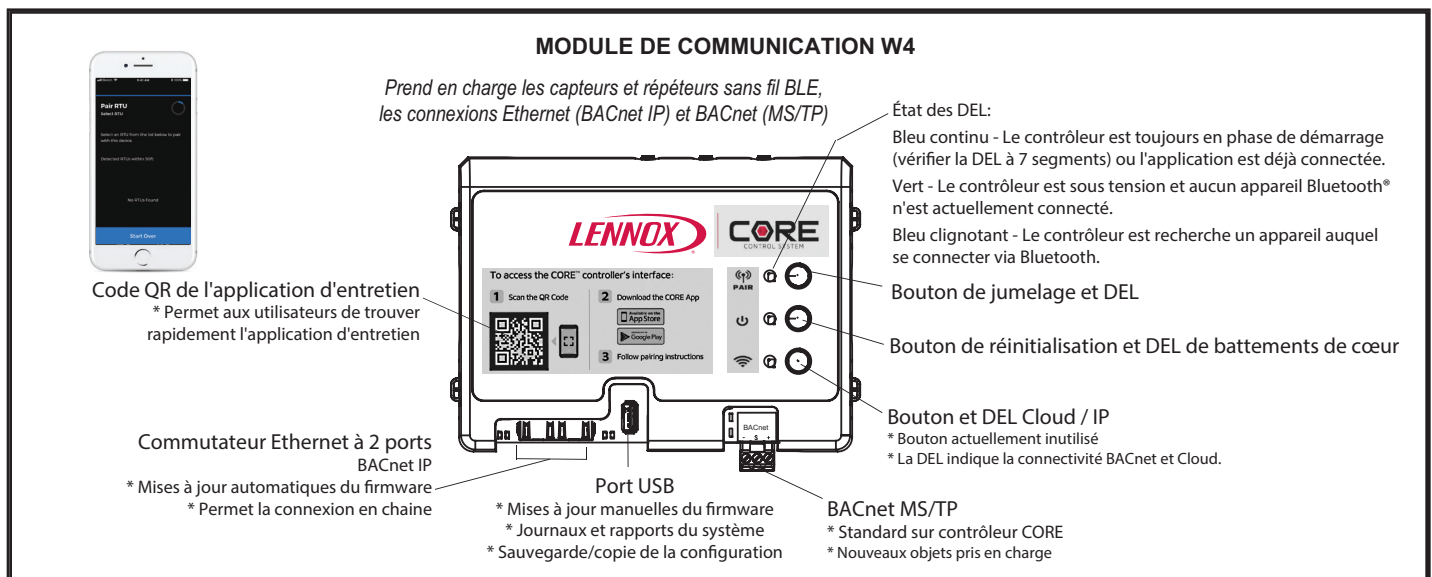

FIGURE 17
- 2 - Appuyer sur le bouton de jumelage et le maintenir enfoncé pendant 5 secondes. Voir FIGURE 17.